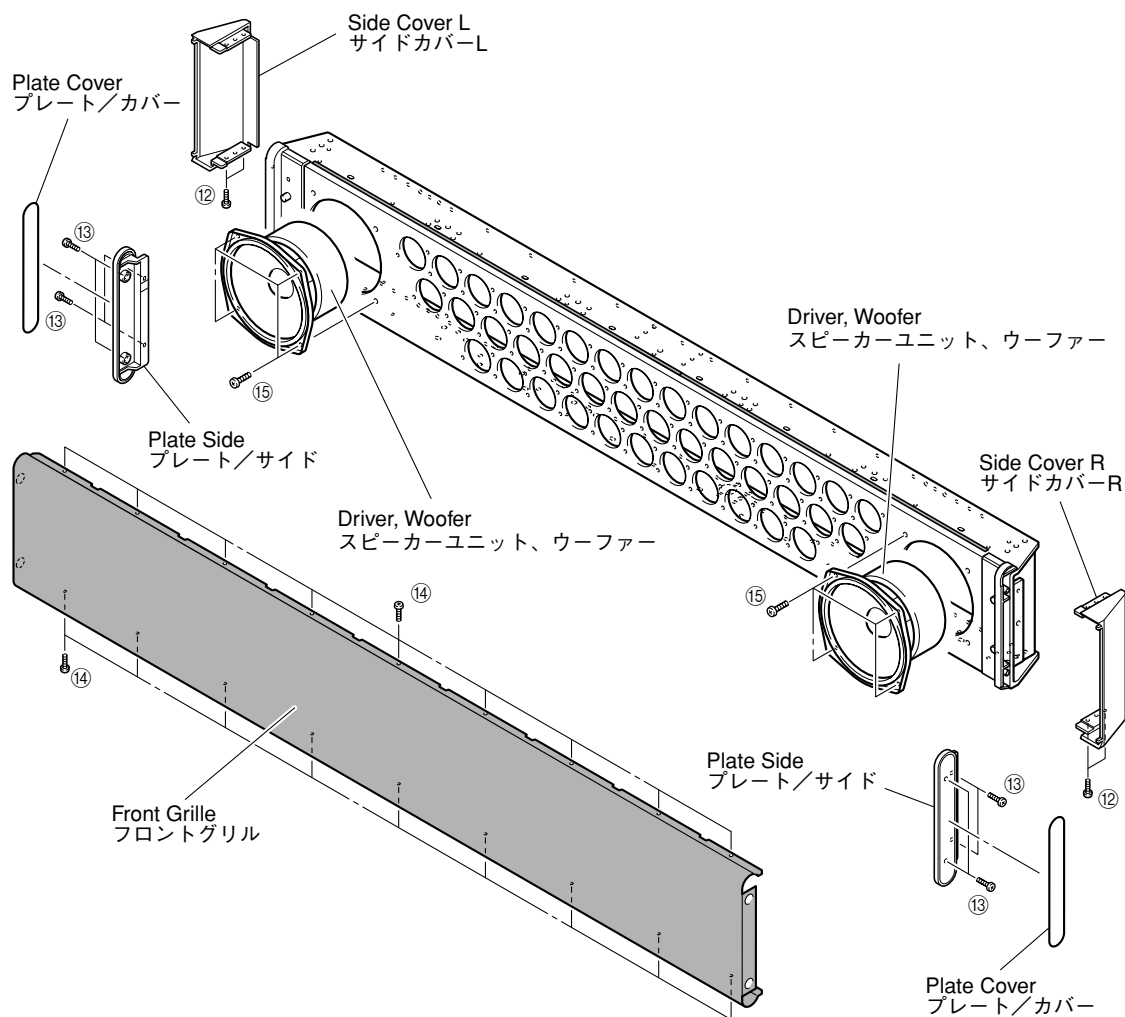

Fig. 12
- a. Remove 4 screws (12). (Fig. 12)
- d. Remove 4 screws (13). (Fig. 12)
- f. Remove 18 screws (14). (Fig. 12)
- h. Remove 8 screws (15). (Fig. 12)
- a. ⑫のネジ4本を外します。(Fig. 12)
- d. ⑬のネジ4本を外します。(Fig. 12)
- f. ⑭のネジ18本を外します。(Fig. 12)
- h. ⑮のネジ8本を外します。(Fig. 12)